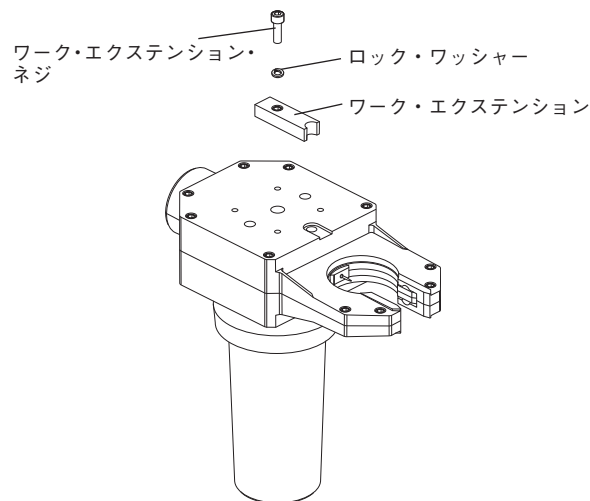

図27：ワーク・エクステンションを取り外す
3. ワーク・エクステンション・ネジ、ロック・ワッシャー、ワーク・エクステンションを取り外します。ワーク・エクステンションにピット、磨耗、損傷が生じていないか検査します。図27をご参照ください。